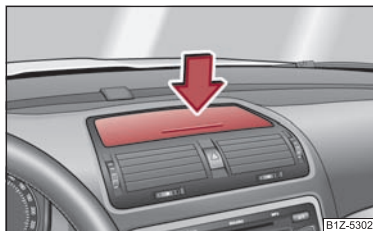

Fig. 91 Tabloul de bord: Compartimentul de depozitare
- Apăsai pe centrul compartimentului de depozitare ⇒ fig. 91 - capacul se deschide.